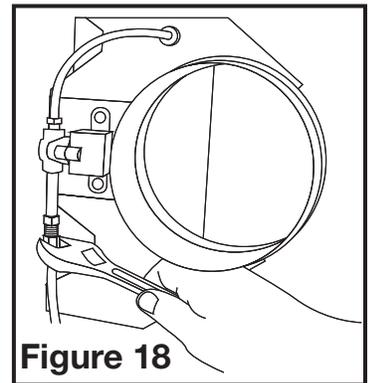

Figure 18
3. Effectuez le raccordement du tube à l'humidificateur en vous servant d'une clé anglaise (non fournie) pour serrer l'écrou (Figure 18).